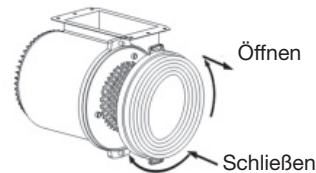

Abbildung 8
### • INSTALLATION DES AKTIVKOHLEFILTERS (OPTIONAL) SIEHE ABBILDUNG 8
– Der Aktivkohlefilter (*Abbildung 8*) befinden sich an beiden Enden des Motors. Drehen Sie die Aktivkohlefilter gegen die Drehrichtung der Uhrzeiger, bis Sie sie abgeschraubt haben.